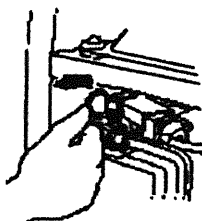

Fig. 26
- Una vez encendido el motor, Establece la palanca de aire en posición ON. (Figure 26)